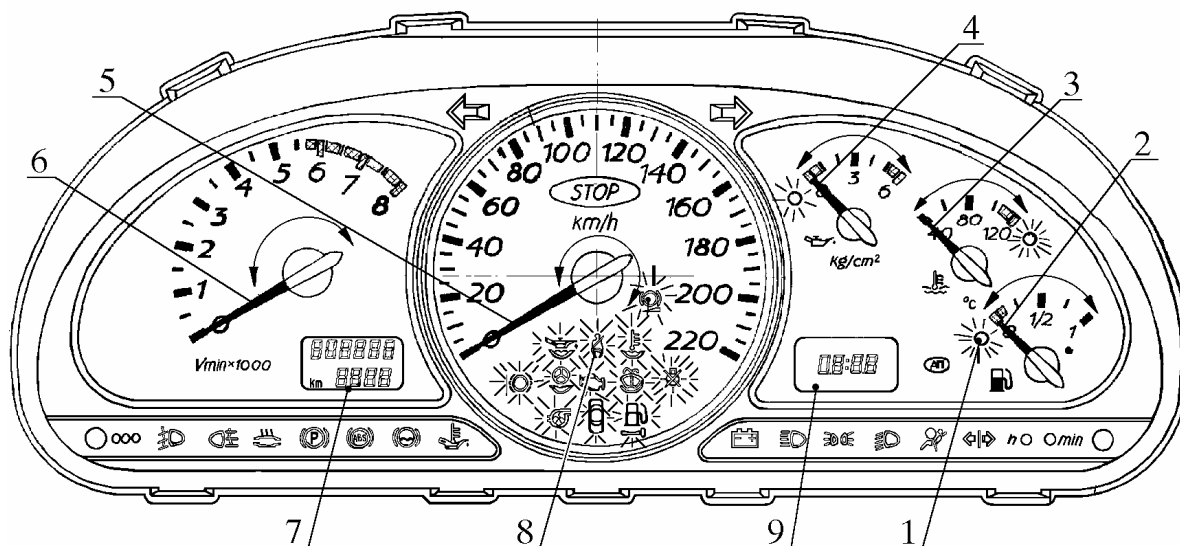

Рис. 17. Проверка включения сигнализаторов во второй фазе самотестирования комбинации приборов:
В течение следующих 5 с самотестирования с выключением всех индикаторов и сигнализаторов должны включиться сигнализаторы, показанные на рис. 17.
8.2.9. Заменить неисправные лампы накаливания сигнализаторов, подсветки приборов и индикаторов 7, 9 (см. рис. 17), обнаруженные при тестировании комбинации приборов.
2) отсутствие индикации всех или отдельных знакомест на индикаторах 7, 8 (см. рис. 17);